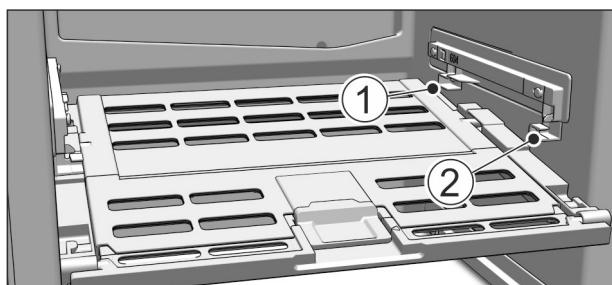

Fig. 71
- Установка крышки отделения с функцией для хранения овощей и фруктов Fruit & Vegetable-Safe: Вставить поперечные ребра крышки через низ в задний держатель Fig. 71 (1) и защелкнуть спереди на держателе Fig. 71 (2).